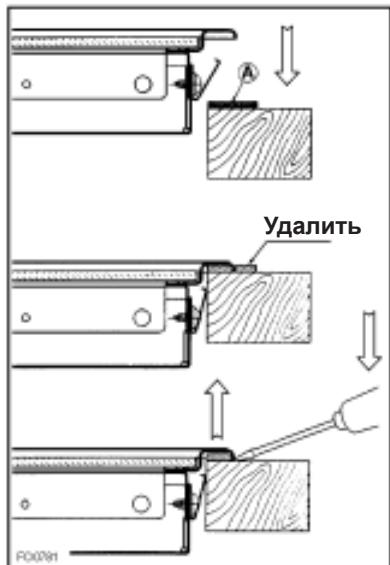

Рис. 4
- Вставьте варочную поверхность в нишу и надавите на нее, пока она не займет нужное положение, затем удалите выступающий уплотнитель (рис. 4).